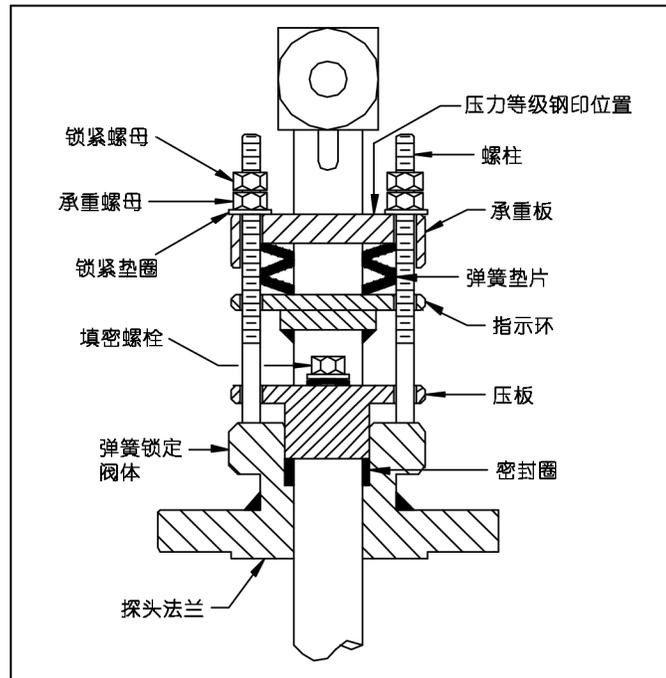

图 3: 弹簧锁定装置剖面图
- 压板和填料环安装就位（厂家组装）后，将探头插入密封套（图3）。轻轻将探头/垫片和安装法兰用螺栓固定在一起(用手拧紧)。插入组件，直至探头接触管道另一侧。调整探头方向，使仪表接头上标注着"Flow"方向的箭头与流体流向一致并与管道的轴线方向夹角在 $\pm 3^\circ$ 内。焊接件的轮廓应与管道的轮廓相符。检查确保焊接件底部与管壁接触。